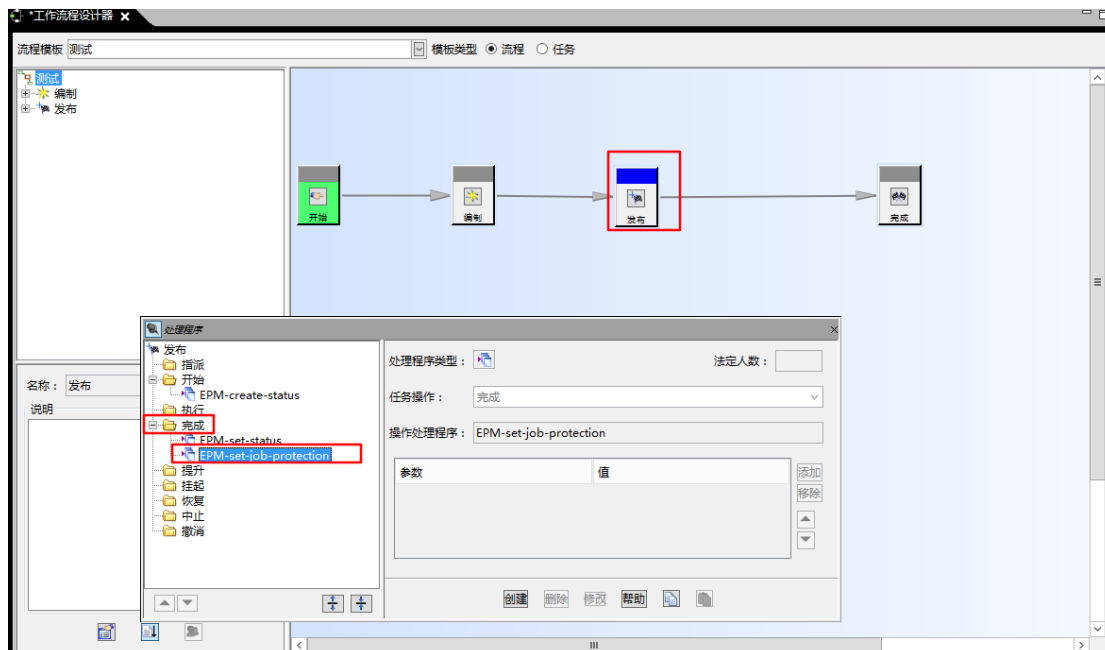

图 3
2) 在流程的发布节点的完成操作上配置 handler EPM-set-job-protection, 无需添加任何参数 (如图 3)。